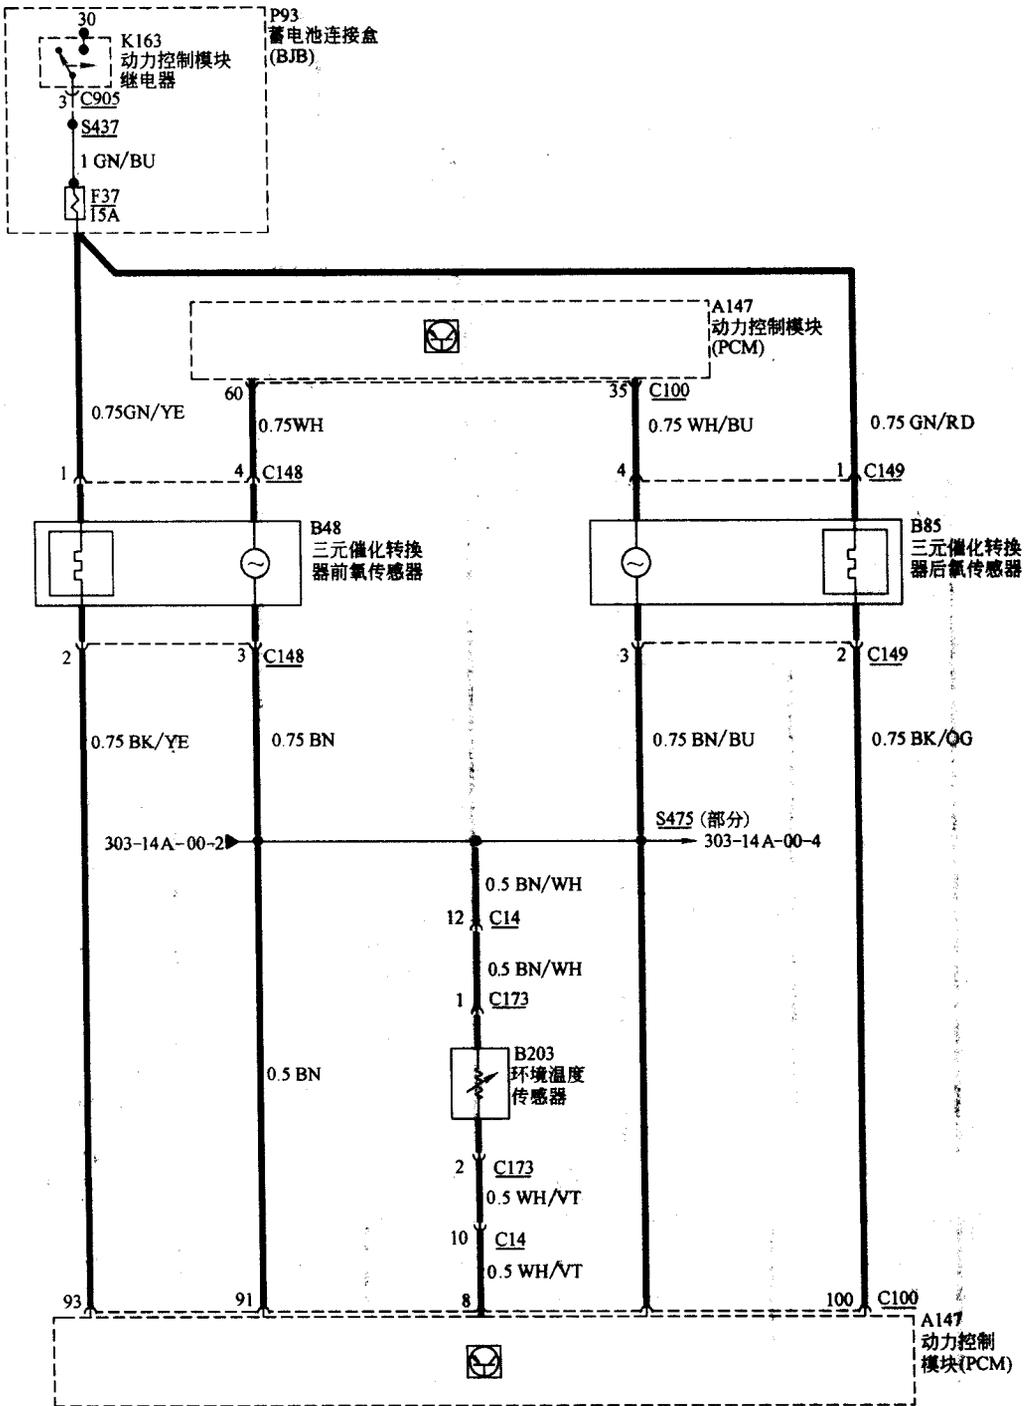

图 1-5 氧传感器和环境温度传感器的控制电路
(5) 氧传感器和环境温度传感器的控制电路如图 1-5 所示。